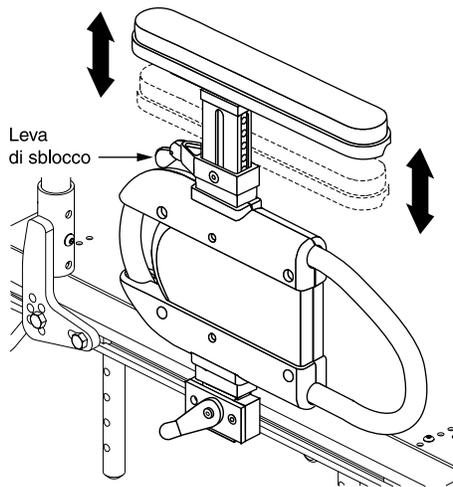

Figura 8. Regolazione parte superiore braccioli removibili a regolazione rapida
Anche i braccioli a regolazione rapida sono removibili come quelli di tipo rinforzato. Inoltre, la superficie di appoggio del braccio può essere sollevata o abbassata grazie ad una leva di sblocco posizionata proprio sotto la superficie stessa. Si veda figura 8. I braccioli removibili a regolazione rapida sono disponibili nelle misure adulto e bambino.
1. Ruotare la leva di sblocco verso l'interno o verso l'esterno, a seconda della posizione originaria. Si veda figura 8.